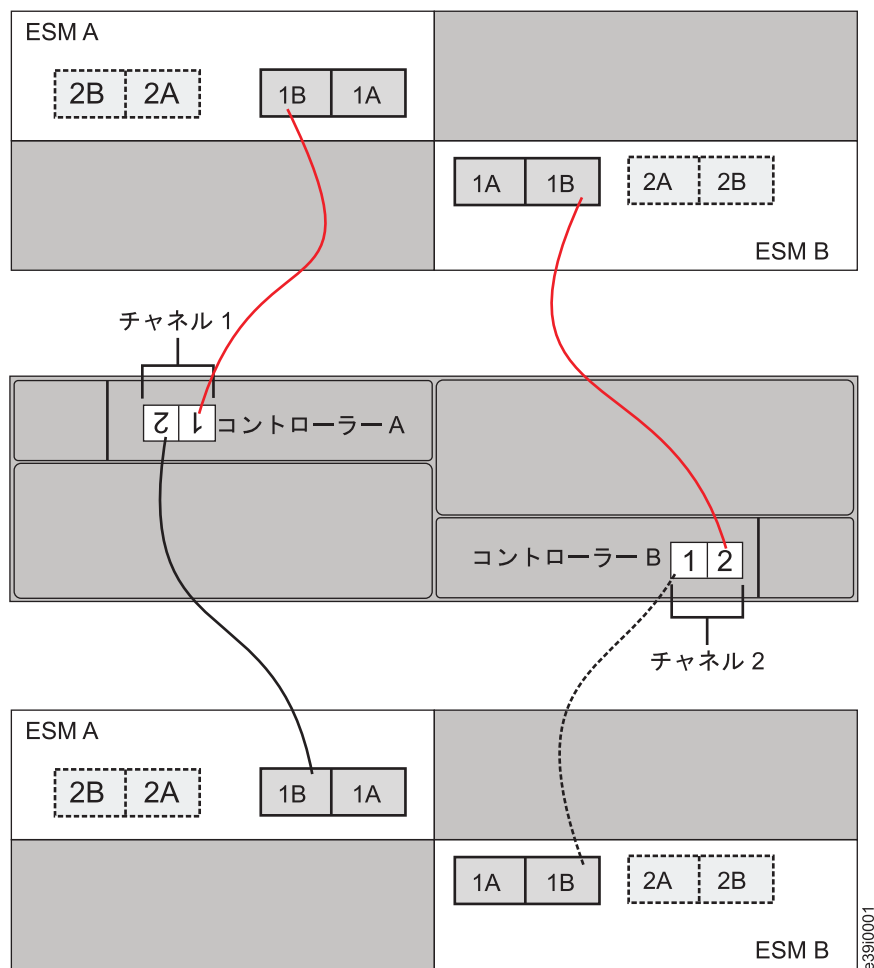

図 25. EXP395 へのラウンドロビン・ケーブル接続
- ストレージ拡張エンクロージャーを EXP395 ドライブ・ポートに追加する場合は、ラウンドロビン方式で行うことを推奨します。例えば、DS3950 にケーブル接続する EXP395 が 2 台ある場合、両方の EXP395 をドライブ・チャンネルの 1 つのドライブ・ポートに接続しないで、エンクロージャーをすべてのドライブ・ポートに分散させます。その結果、ドライブ・チャンネルのドライブ・ポートあたり 1 台のエンクロージャーになります。図に関しては、47 ページの図 25 を参照してください。